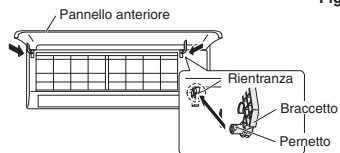

Fig. 3-87
- (1) Mentre se ne allinea al telaio il bordo superiore, occorre muovere la griglia orizzontalmente sino a inserire nello stesso sia il bordo superiore sia quello inferiore.
- (2) Con la mano premere con una certa forza sulla griglia sino ad eliminare qualsiasi spazio tra essa e il telaio.
- (3) Serrare bene le 6 viti. E i coperchi coprivite.
- (4) Afferrando il pannello anteriore per i braccetti destro e sinistro ruotarlo sino a renderlo pressoché orizzontale. Spingere le aste dei braccetti verso l'esterno in modo che tocchino la parte superiore del recesso destro e sinistro dell'unità interna. Quindi premerli saldamente sino a udirne lo scatto in posizione. (Fig. 3-87)